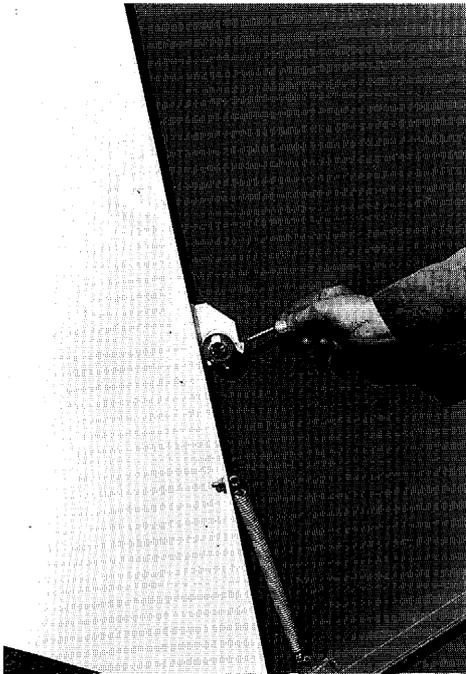

fig. 11
- Entfernen der zwei Befestigungsschrauben des Fangkorbs (SW 13) (Fig 11),